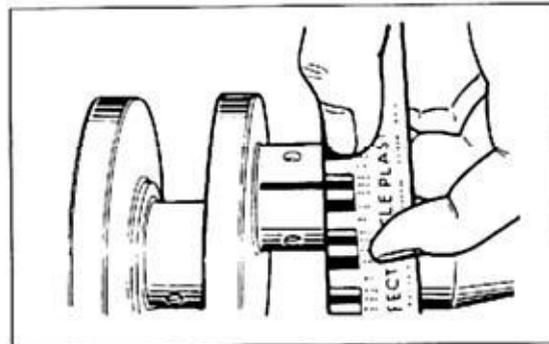

Bild 145
-  Lagerdeckel wieder abnehmen und Mess-Streifenbreite mit Plastigage-Skala vergleichen (Bild 145; je breiter der Streifen, desto kleiner das Spiel). Massgebend ist breiteste Stelle des Mess-Streifens. Einbauspiel: 0,024 bis 0,042 mm; Verschleißgrenze: 0,080 mm.